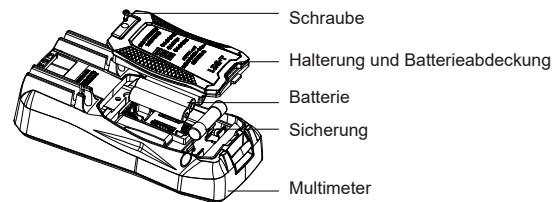

Abbildung 12
2. Batterie oder Sicherung austauschen (Abbildung 12)